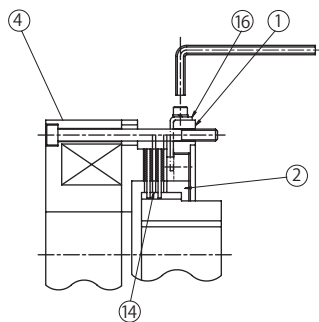

図 8-19
- (1) P94 の手順でブレーキを手動解放します。
- (2) センターリング①外周上にあるストッパー⑬をゆるめ、抜き取ります。ギャップ調整ネジ②がフリーになります。(図 8-19 参照)